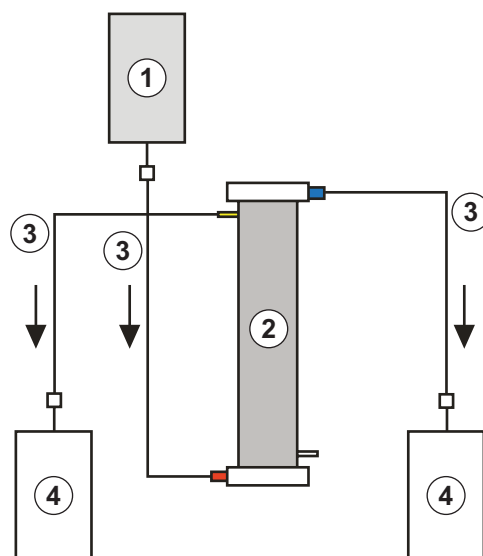

Рис. 9-8 Установка для промывки фильтра плазмы
Материалы: см. условные обозначения к Рис. 9-8, 1,5 мл раствора гепарина (5000 ЕД/мл)
3. Подключить оставшиеся соединительные линии и сливные мешки, как показано на Рис. 9-8, к стороне фильтра, обращенной к блоку плазмы и крови, и зажать магистраль со стороны плазмы.